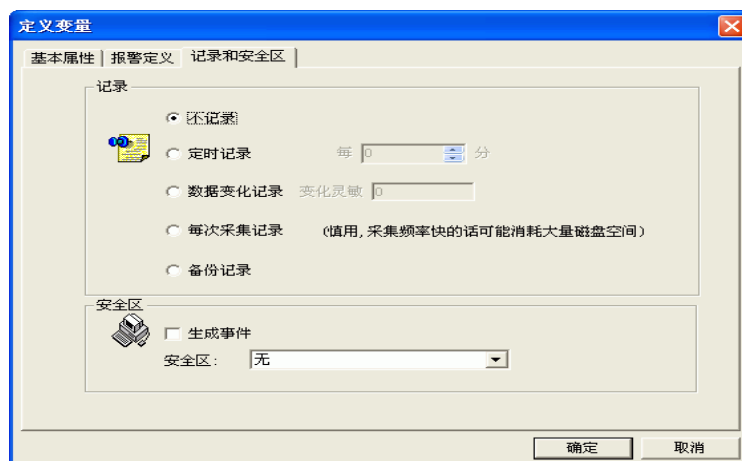

图 6-5
- 1、在工程浏览窗口左侧的“工程目录显示区”中选择“数据库”中的“数据词典”选项，在“数据词典”中选择变量\本站点\原料油液位，双击此变量，在弹出的“定义变量”对话框中单击“记录和安全区”属性页，如图 6-5 所示：